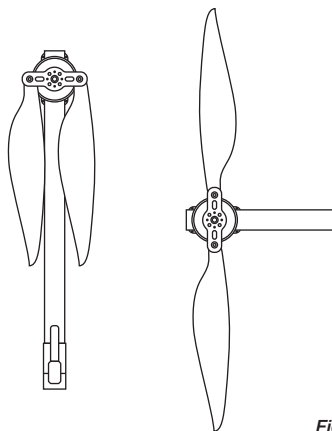

Figura 5
- Extienda las palas de cada hélice hasta que queden alineadas y libres para girar (Figura 5).